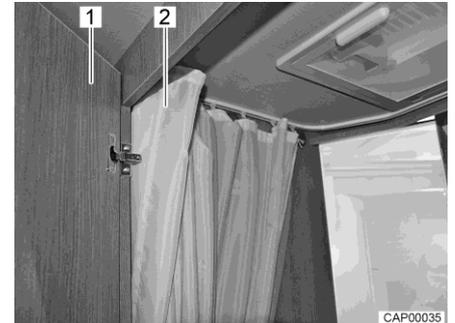

Fig. 97 Vano WC con doccia
- Per utilizzare la doccia, chiudere la porta (Fig. 97,1) e tirare completamente la tendina della doccia (Fig. 97,2), in modo da proteggere tutte le pareti.